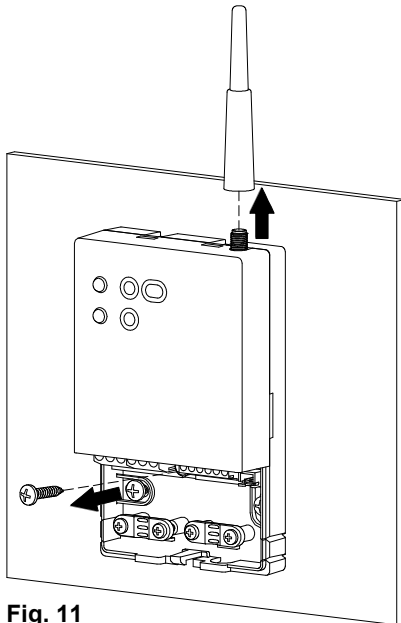

Fig. 11
- 6 Enlever l'antenne et dévisser la vis qui fixe le couvercle à la base. (Fig. 11).